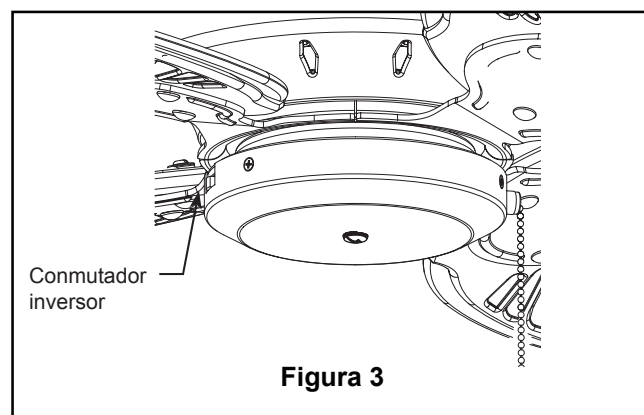

Figura 3
- ☐ 3. Si desea que el flujo de aire corra en la dirección opuesta, apague el ventilador y espere hasta que las aspas dejen de girar. Deslice el interruptor de reversa a la posición opuesta y vuelva a encender el ventilador. (Figura 3)